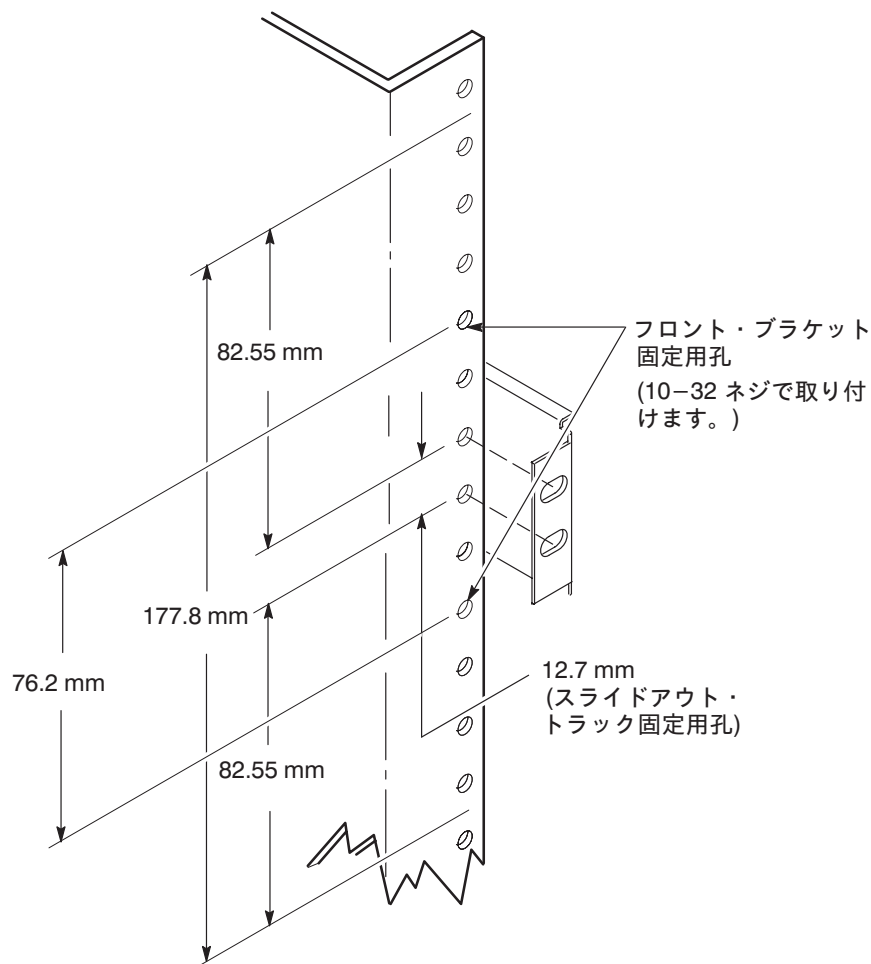

図 10-8: スライドアウト・トラックを取付ける際の垂直方向クリアランス
- a. 取付け位置の選択：スライドアウト・トラックを取り付けるラック・レールの12.7mm間隔の2つの孔を決めます。その際、上下に82.55mmずつ、全体で177.8mmの機器が入るスペースがあることを確認します。(図10-8参照)